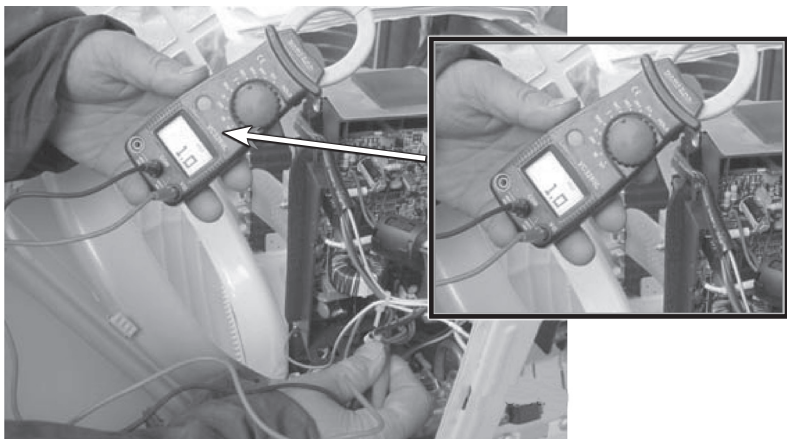

图 4-22 测量压缩机输出三相电压
6) 再次开机，测量功率模块输出端有三相均衡的交流电压，如图 4-22 所示。